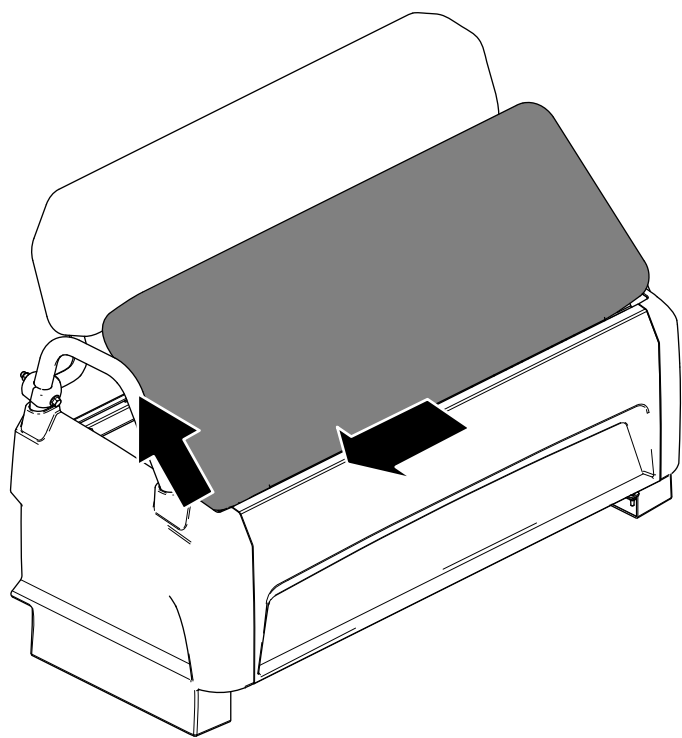

Figura 32
2. Glisai perna în lateral, în afara tifturilor i ridicai-o (Figura 32).